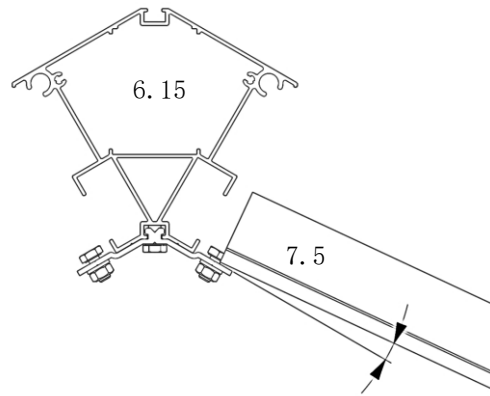

Abb. 67
- zuerst wird das Dachsprossenprofil (Pos. 7.5) leicht gekippt auf die Dachsprossenabbindungen (Pos. V14) abgelegt, sodass die Nut des Dachsprossenprofils über den Sechskantschraubenkopf (Pos. SM2) geschoben werden kann. (Abb. 67)